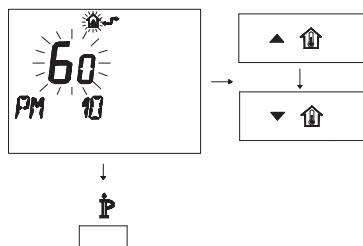

Figura 5.80
- Per modificare il SET programmato agire sui pulsanti o e aspettare che il numero programmato cominci a lampeggiare (Figura 5.80).